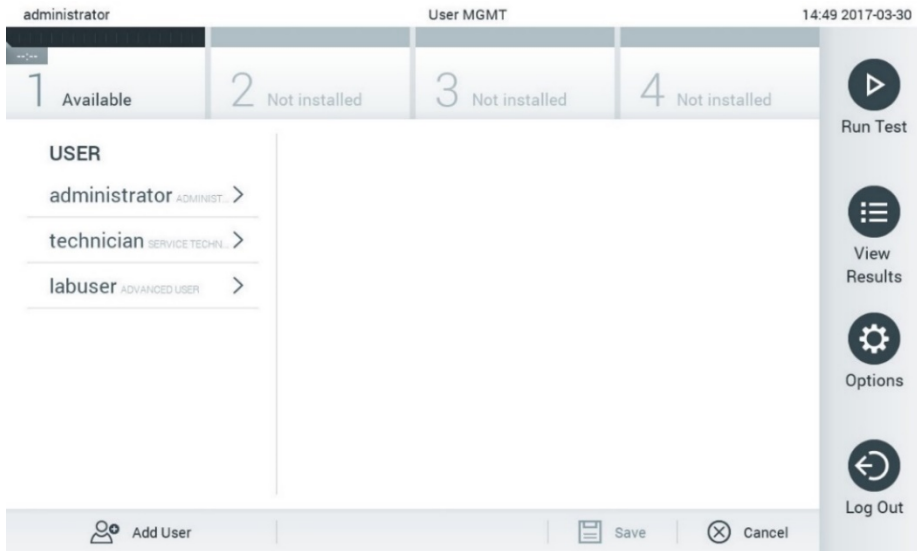

Figura 59. O ecrã User Management (Gestão de utilizadores).
1. Prima o botão Options (Opções) e, em seguida, o botão User Management (Gestão de utilizadores) para configurar os utilizadores. O ecrã User Management (Gestão de utilizadores) é apresentado na área de conteúdo do visor (Figura 59).